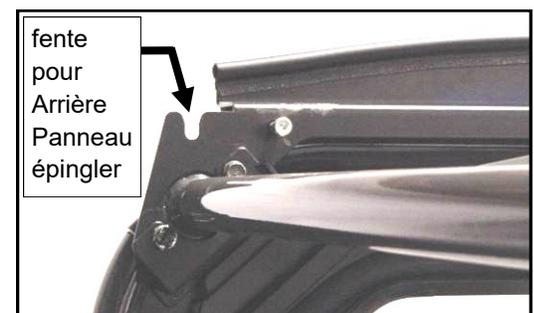

Fig. 3.4 (vue du côté supérieur du conducteur arrière)
3.4 Orientez l'assemblage du panneau arrière avec des broches de gréviste vers l'intérieur de la cabine. Accrochez les deux broches supérieures dans les fentes de réception à l'arrière des montures supérieures qui sont indiquées dans la figure 3.4. Connectez les onglets inférieurs du panneau arrière aux trois supports inférieurs du panneau arrière avec des boulons et des écrous de tête d'hex à 1/4-20 x 3/4 ». Assurez-vous que les broches supérieure sont entièrement assises et serrez les trois boulons de l'assemblage inférieur de la monture.